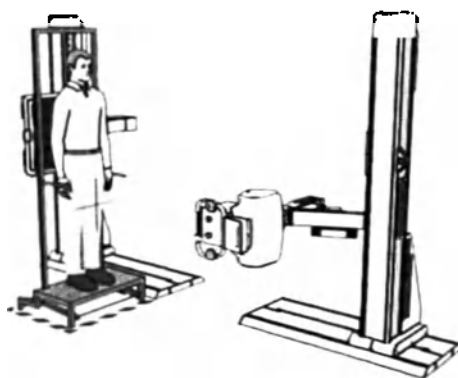

Рис.7.15. Регулировка высоты рентгеновского излучателя
- Высоту размещения блока рентгеновского излучателя с центральным лучом по центру зоны съемки (рис.7.15).